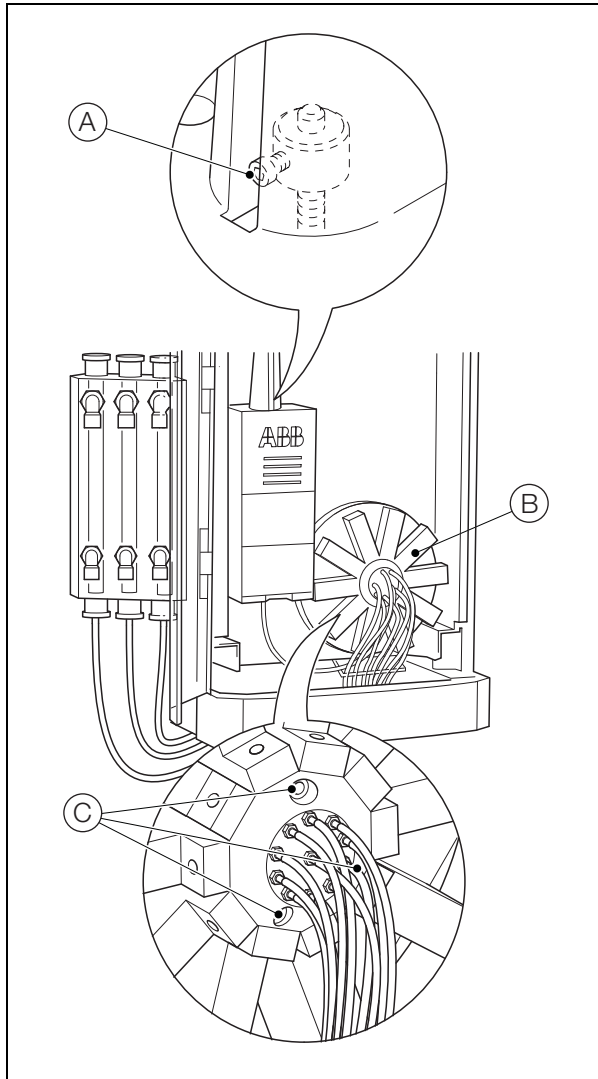

Abb. 13.1 Ausbauen des Ventilblocks
1. Siehe Abb. 13.1:
- a. Überprüfen Sie, ob die Verdrehsicherung (A) am Boden des Schlitzes in der oberen Abdeckung der Messzelle positioniert ist und damit anzeigt, dass sich der Zellenkolben am unteren Hubende befindet.
4. Siehe Abb. 13.1:
- a. Öffnen Sie die Klappe der Analyseeinheit, und halten Sie die aktuelle Position aller am Ventilblock (B) angeschlossenen Leitungen fest, um Fehler beim Wiederanschießen zu vermeiden.
- c. Entfernen Sie die drei M4-Schrauben (C) zur Befestigung des Ventilblocks am Analysator, nehmen Sie den Ventilblock heraus, und legen Sie ihn auf einer sauberen Arbeitsfläche ab.